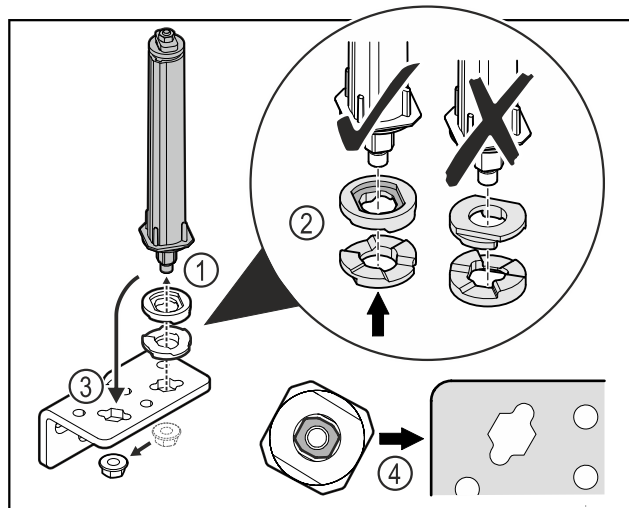

Fig. 28
- ▶ Отпустите гайку и демонтируйте систему закрытия двери Fig. 28 (1).
- ▶ Учитывайте правильность выравнивания шайб для регулировки высоты Fig. 28 (2).
- ▶ Переставьте систему закрытия двери в шарнирном уголке и зафиксируйте гайкой Fig. 28 (3).
- ▶ При установке учитывайте правильность выравнивания системы закрытия двери Fig. 28 (4).